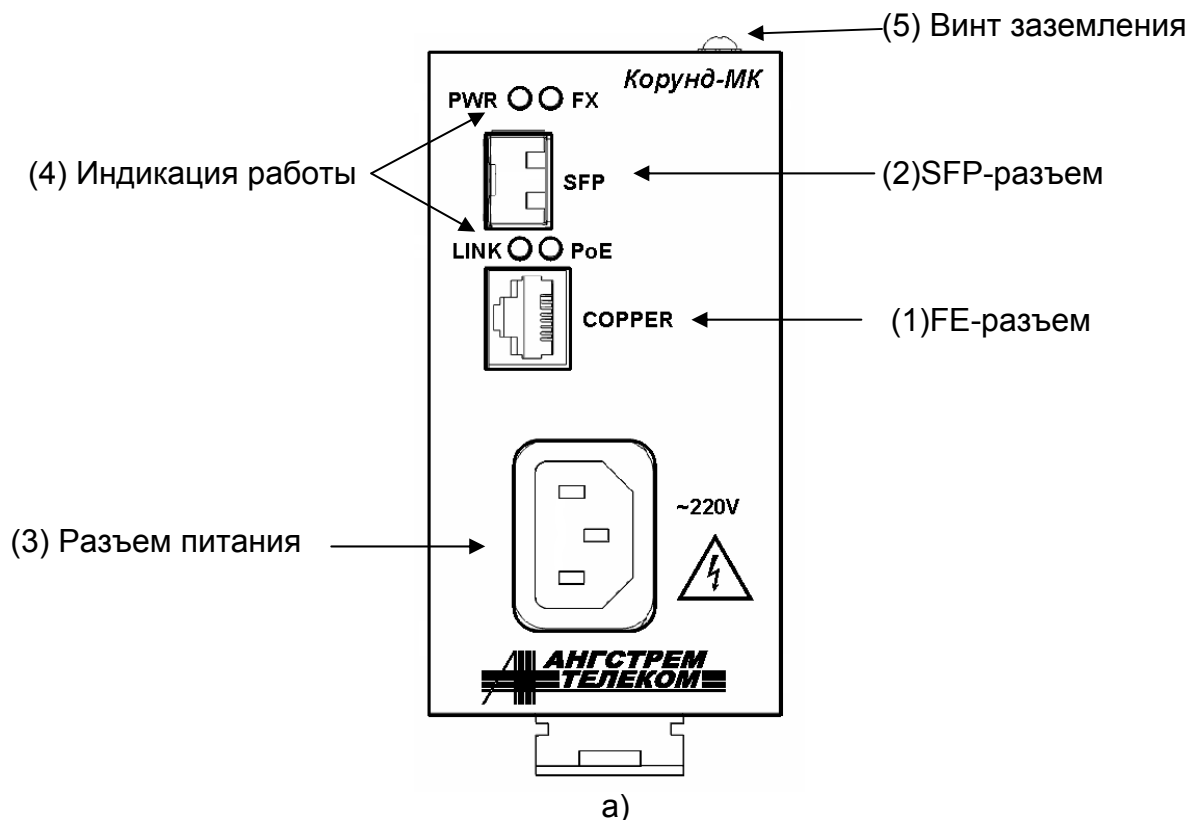

Рисунок 4.2.2 – Порты медиа-конвертера Корунд-МК.
На переднюю панель медиа-конвертера выведены разъем интерфейсов Ethernet типа RJ-45 (1), SFP-разъем (2), разъем питания (3) и индикация (4). На верхней панели располагается винт заземления(8), рисунок 4.2.2.